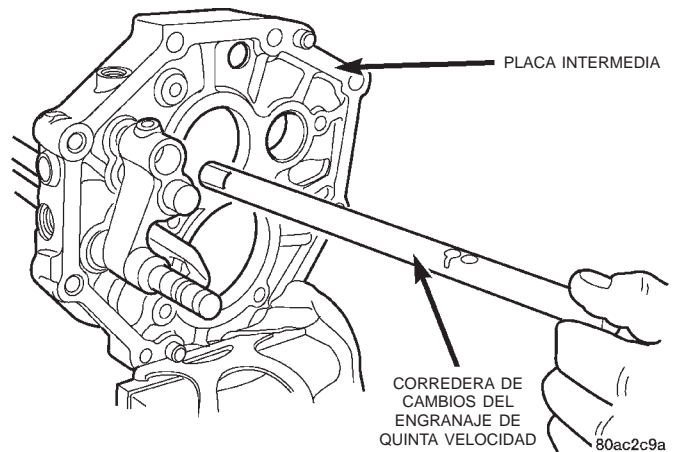

Fig. 67 Desmontaje de la corredera de cambios del engranaje de quinta velocidad
(23) Retire la corredera de cambios del engranaje de quinta velocidad (Fig. 67).